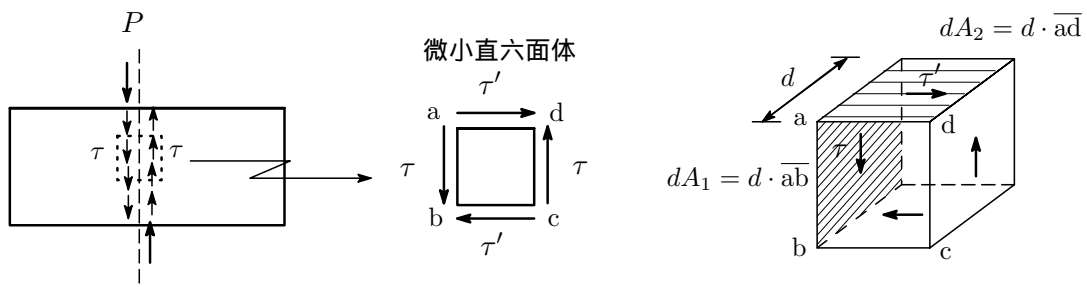

図 8.7: 共役せん断応力
- K 氏：中身は同じだよ。「応力の度合い」ということを強調しているだけなんだね。さて，図 8.7 に示すようなせん断力が作用しているはりがあり，はりの微小直六面体の各面に働くせん断応力 τ および τ' を考えよう。この微小直六面体が回転しないのはモーメントのつり合いが保たれてい